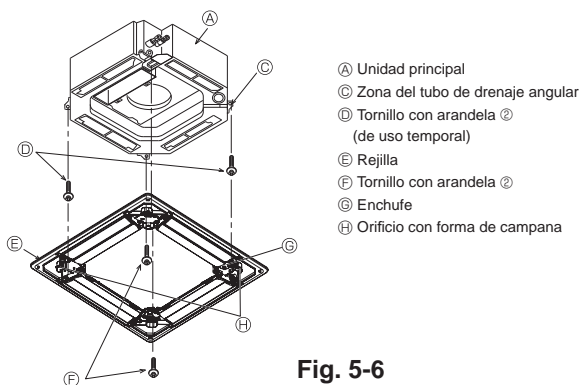

Fig. 5-6
5.4.2. Instalación temporal de la rejilla (Fig. 5-6)